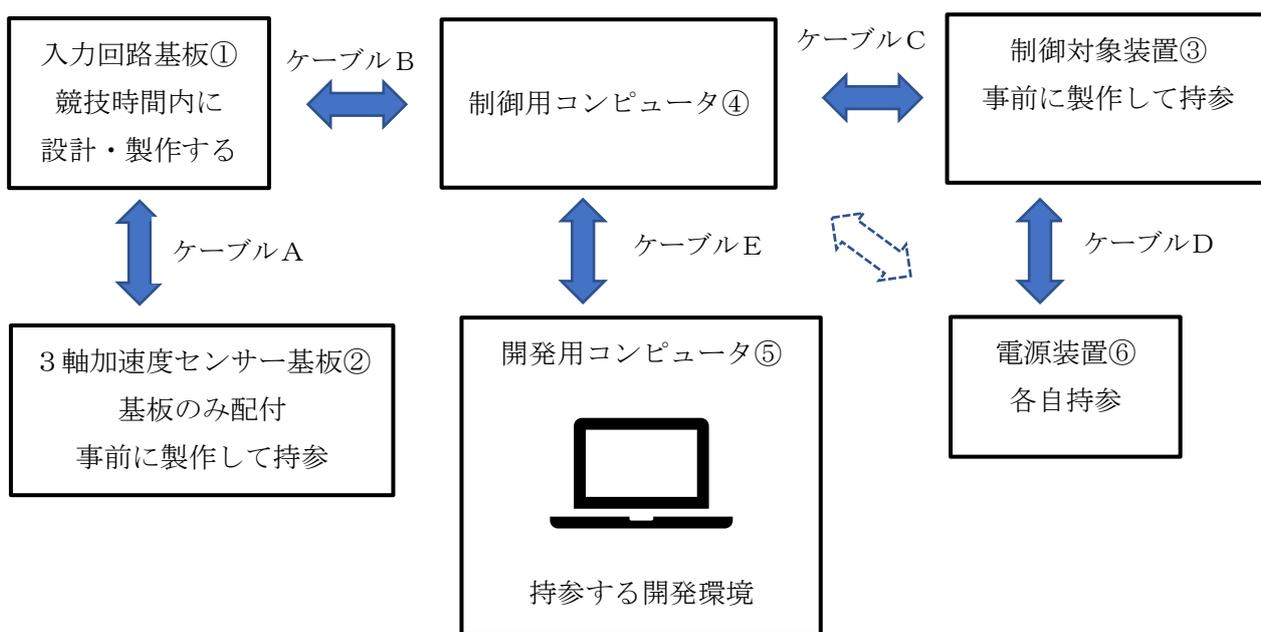

図1 課題構成図
設計仕様書に基づいた「入力回路基板①」を競技時間内に設計・製作し、「入力回路基板①」、「加速度センサー基板②」、「制御対象装置③」、「制御用コンピュータ④」、「開発用コンピュータ⑤」及び「電源装置⑥」を図1のように接続する。その後、課題をとる制御プログラムを作成し、目的の動作を行うシステムを完成させる。